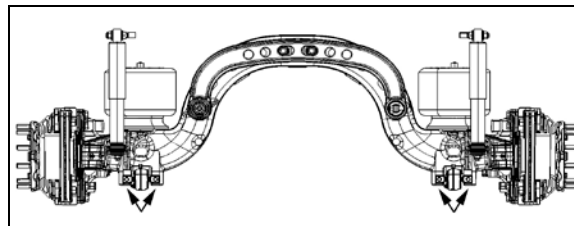

FIGURE 16: POINTS DE LEVAGE SOUS L'ESSIEU AUXILIAIRE
4. Placer des appareils de levage sous les points de levage de l'essieu auxiliaire pour soutenir le poids de l'essieu (Figure 16).